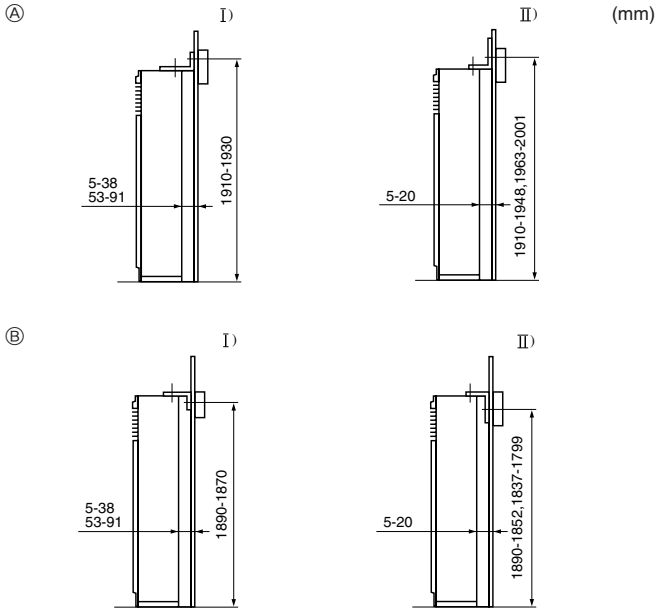
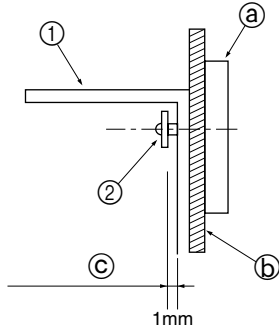

Fig. 3-3
Fig. 3-4
① Devrilmeyi önleyen braket
Devrilmeyi engelleyen köşebent ①, ünitenin üst yüzeyine takılır. Kılavuz vidaları ② çıkartın ve şekilde gösterildiği gibi köşebendi yeniden takın. Doğru takma mesafeleri için, Fig. 3-3'e bakınız.
- Ⓔ Vidayı ② çıkartın ve ızgarayı çıkartmak için ileriye doğru çekin.
3.3. Devrilmeyi engelleyen köşebendın montajı (Fig. 3-3)
- (A) Braket yukarı bakar
- (B) Braket aşağı bakar
- İlk olarak köşebendi duvara monte edin ve daha sonra köşebent yukarı ve aşağıya doğru hareket edebilecek şekilde vidaları sıkıştırın. (Fig. 3-4)
- ① Devrilmeyi engelleyen köşebent
- ② Kılavuz vida
- ③ Friz
- ④ Duvar yüzeyi malzemesi
- ⑤ Yaklaşık 1 mm'lik aralık